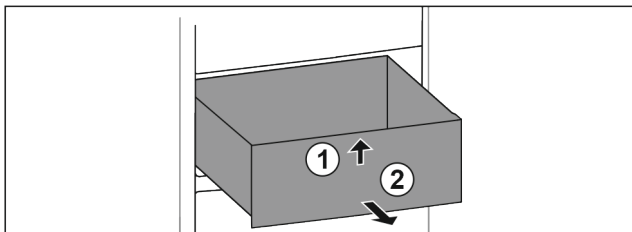

Fig. 90
- Lade aan de voorkant optillen. Fig. 90 (1)
- Lade naar voren toe verwijderen. Fig. 90 (2)